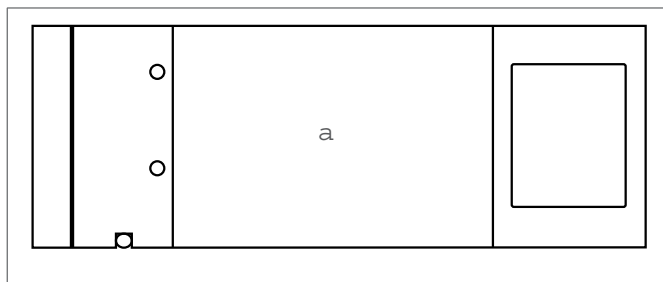

Fig. 8-1: Lado de instalación
- Revisar las conexiones eléctricas dentro del deshumidificador. Para acceder a las mismas desmonte la pequeña tapa de acceso situada en el lado de instalación del deshumidificador (véase la fig. 8-1).
- Suelte los 6 tornillos de la tapa de acceso grande situada en el lado de instalación del deshumidificador (véase la fig. 8-1).